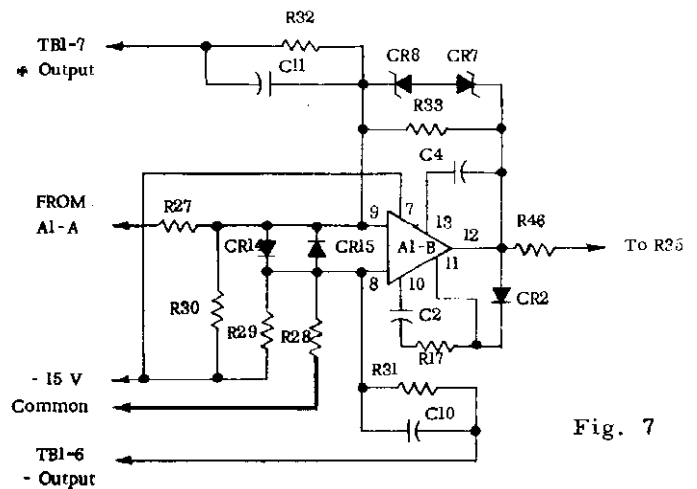

Fig. 7
**SECOND VOLTAGE AMPLIFIER Fig. 7**